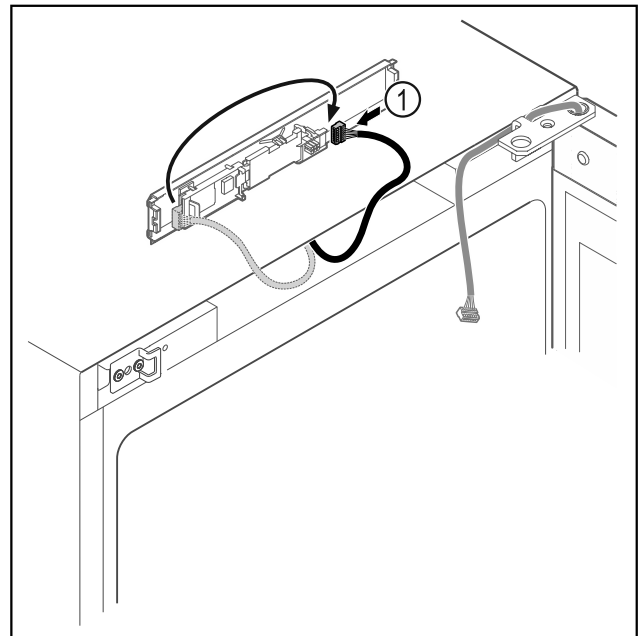

Fig. 8
- Stecker Fig. 8 (1) auf Platine umstecken.